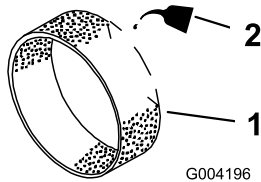

図 156
3. 乾いたら新しいエンジンオイルを 3-60 ml 含ませる(図 156)。